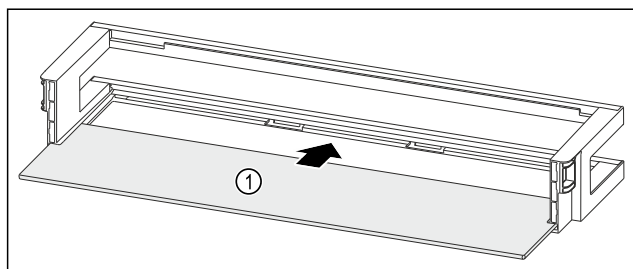

Fig. 139 Дверная полка со съемной полкой
- ▶ Вдвиньте съемную полку Fig. 139 (1) в боковые пазы.